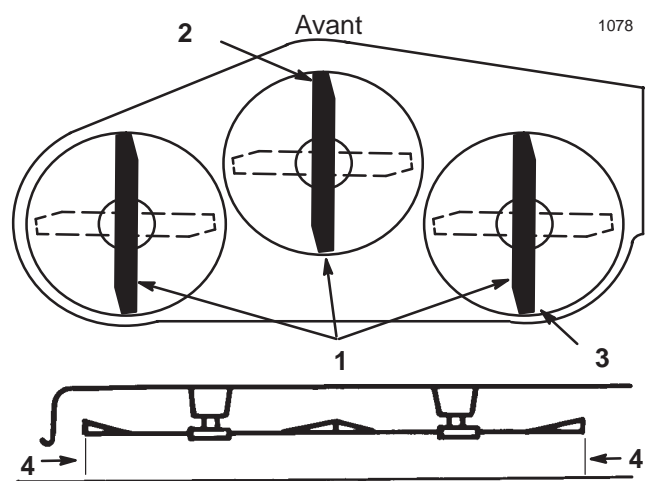

Figure 41
7. Réglez la hauteur de coupe à 76 mm (3 pouces) et tournez les lames avec précaution dans le sens longitudinal (Fig. 41).
8. Mesurez la distance entre la pointe de la lame avant (Fig. 41) et la pointe de la lame arrière par rapport à la surface plane. Si la pointe avant de la lame n'est pas de 1,6 à 7,9 mm (1/16 à 5/16 pouce) plus basse que la pointe arrière, réglez les tourillons avant.
11. Lorsque les deux tourillons sont réglés de la même manière, fixez les chapes en place à l'aide des goupilles fendues. Vérifiez de nouveau l'inclinaison avant/arrière. Poursuivez le réglage des chapes jusqu'à ce que la pointe avant de lame soit de 1,6 à 7,9 mm (1/16 à 5/16 pouce) plus basse que la pointe arrière (Fig. 41).